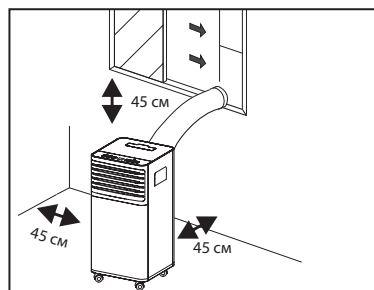

Рис. 12
4. Для эффективной работы прибора соблюдайте свободное расстояние 45 см от стенок прибора (см. Рис. 12);